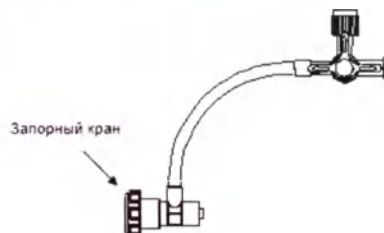

Рис. 5 Гемостатический клапан
- 3) Гемостатический клапан (Рис.5)